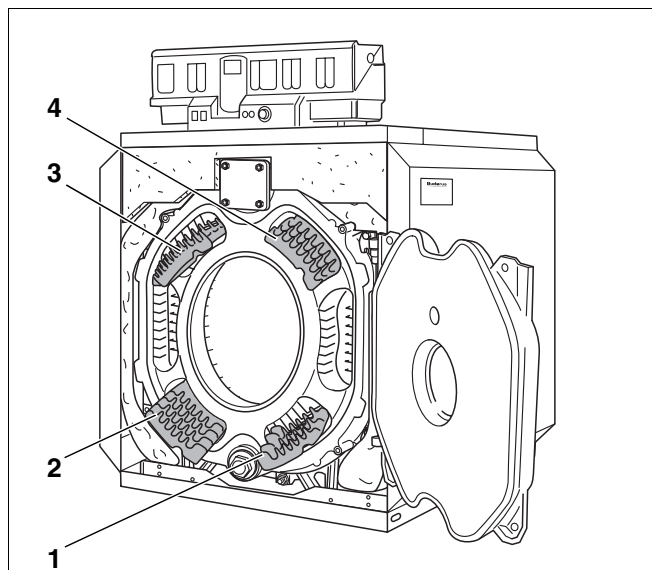

Fig. 51 Uttagning av røykgass-styreplater.
- Ta røykgass-styreplatene frem og ut av røykgasskanalene (fig. 51, **pos. 1 – 4**).